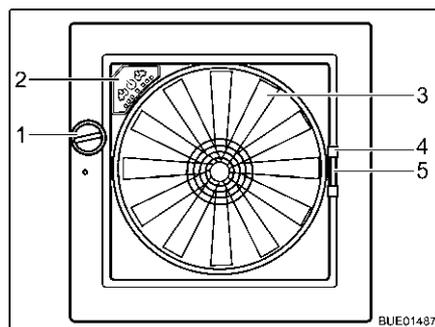

Fig. 116 Oblò Omni-Vent
- Ruotare la manopola (Fig. 116,1), finché non si raggiunge l'angolo di apertura desiderato.
- Ruotare la manopola (Fig. 116,1), finché l'oblò non è completamente chiuso.
- Tirare la zanzariera per l'impugnatura (Fig. 116,4) verso il lato opposto del telaio.
- Serrare la maniglia (Fig. 116,5) dell'oscurante.
- Ventilatore** Se l'oblò è aperto, la zona interna può essere sfiatata con il ventilatore a 6 stadi (Fig. 116,3). Il ventilatore si controlla dal quadro di comando (Fig. 116,2).